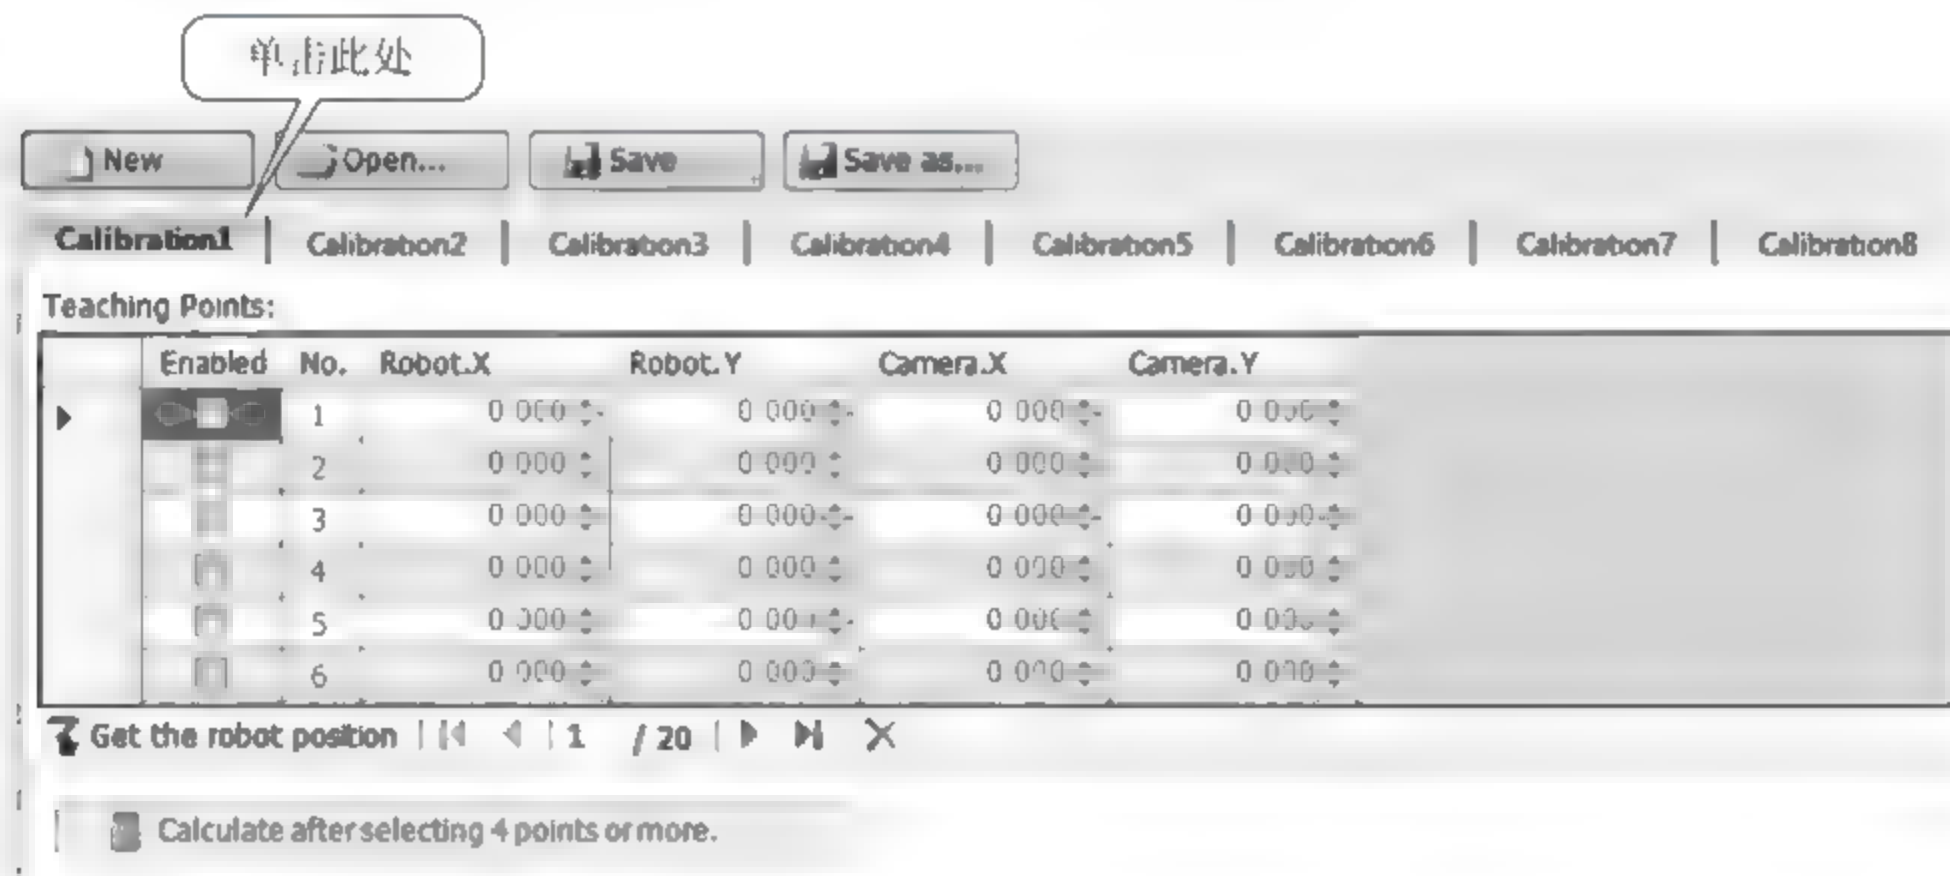

图 26-6 RT 软件设置选择标定序号
(1) 打开 RT 软件，单击“维护”→2D VISION Calibration，选择 Calibration1(可以选择 Calibration1~Calibration8 中的任何一个)，如图 26-6 所示。